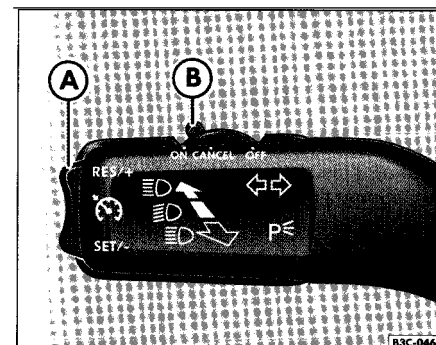

Fig. 134 Levier des clignotants et de l'inverseur-codes : commande a bascule C) et commande 0 du regulateur de vitesse
- Déplacez la commande fig. 134 (D) vers la gauche pour la mettre sur **ON**.